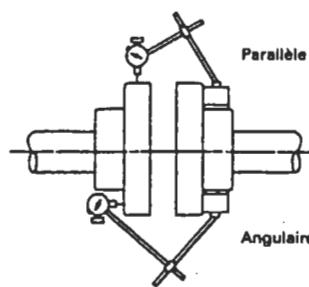

Figure 6
5.2.1. Bien que les arbres aient été centrés en usine, ils peuvent avoir été décentrés pendant le transport. On doit donc vérifier le centrage avant la mise en service (V. fig. 6).